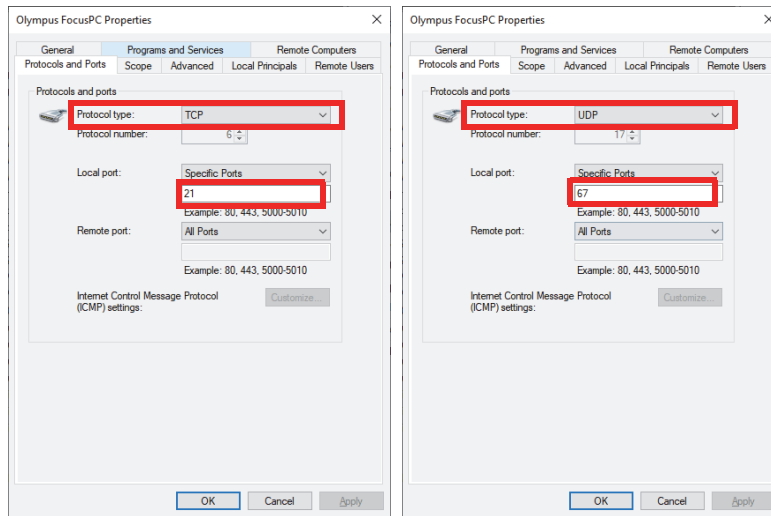
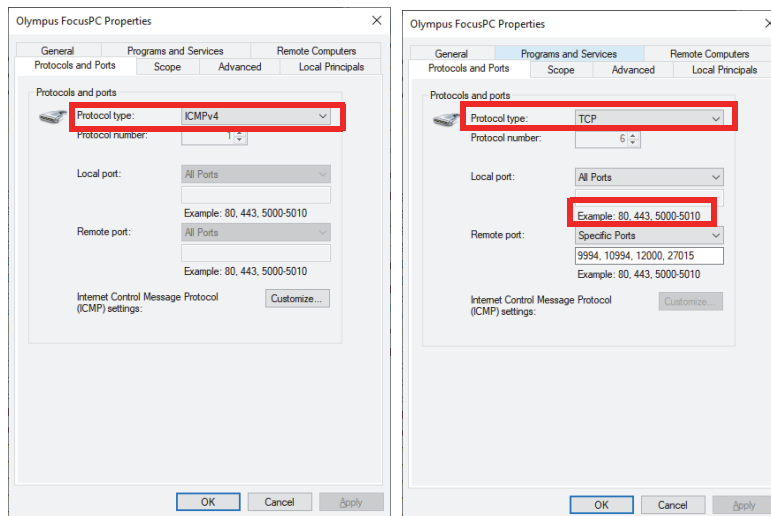
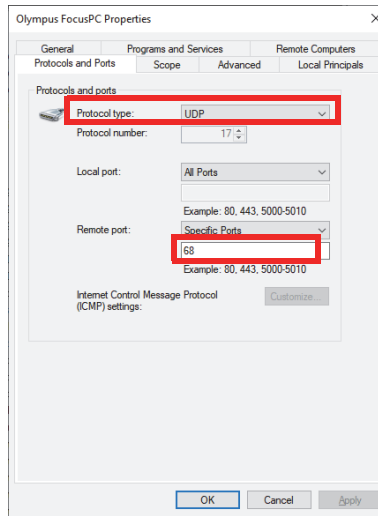

Рис. 1-13 Тип протокола — Правило для входящих подключений TCP 21 и UDP 67
Рис. 1-14 Тип протокола — Правило для исходящего подключения ICMPv4 и TCP
Рис. 1-15 Тип протокола — Правило для исходящего подключения UDP 68
7. Отредактируйте параметры порта как показано на Рис. 1-13 на стр. 37, Рис. 1-14 на стр. 37 и Рис. 1-15 на стр. 38.